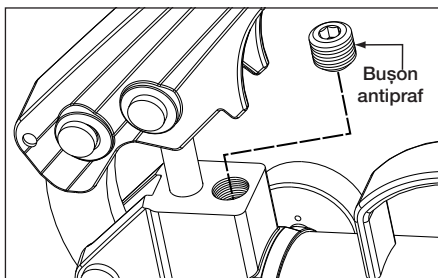

Figura 12, Valva de înaltă presiune (P-18 și P-39)
2. **Doar la modelul P-84:** Instalați un manometru de 0-1.000 bari [0-15.000 psi] la portul „A” al pompei. Instalați un bușon de țevă în portul „B” al pompei. Mutați maneta valvei de control în poziția (A).
- La modelele P-18 și P-39, valva de înaltă presiune este amplasată pe suprafața superioară a capului pompei. Vezi figura 12.